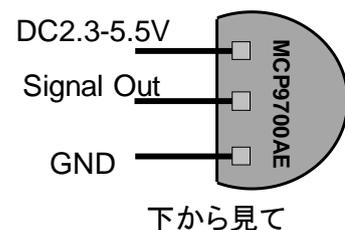

図 2 サーミスタの配線図
1. 購入したサーミスタ (MCP9700A-E/T0, Microchip) の入出力部に 2 芯シールド線を半田付けする。接続については図 2 を参考にし、信号出力を白線、グラウンドをシールド線、電源を赤色に接続する。電源に接続した線の白色の被覆には、電源線であることを明確にするため、赤色のマジックで被覆をぬる。正しく接続できていることを確認するため、DC5V の電源に接続して出力される電圧をテスターで読み取る。出力される電圧と温度の関係式は以下のとおりである。